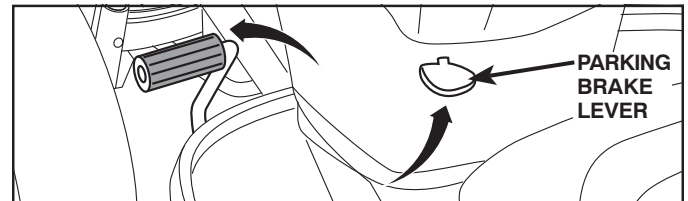

Fig. 21
1. SET PARKING BRAKE LEVER AND LOWER ATTACHMENT LIFT LEVER (See Fig. 21 and 22)